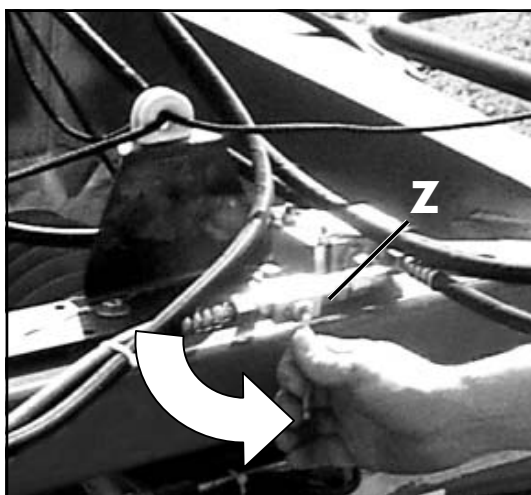

Bild 3-13
4. Kugelhahn (Z) schließen, damit Seitenmaschinen sich nicht absenken oder anheben (linker und rechter Zylinder der Seitenmaschinen sind mit einander verbunden) (Bild 3-13)